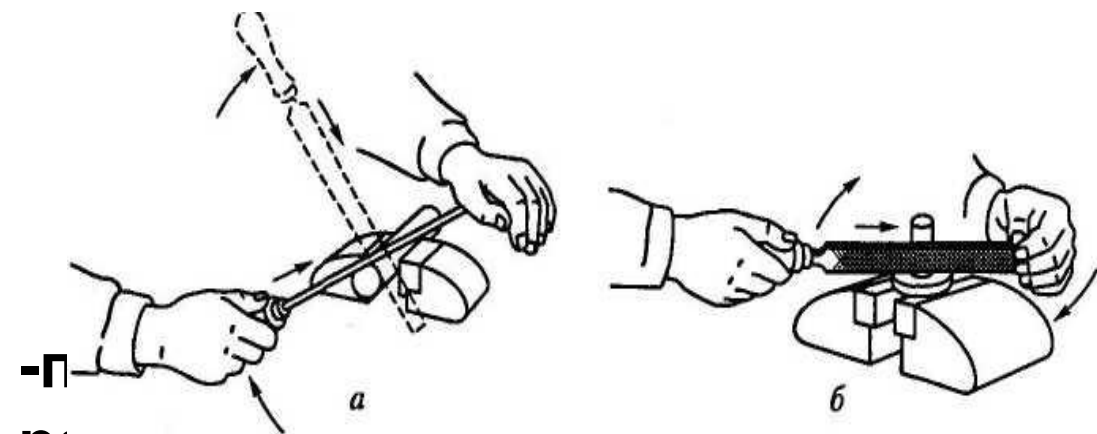

Рис. 3.17. Опиливание круглого стержня:
- при опиливании цилиндрического валика (стержня), закрепленного горизонтально: в начале рабочего хода - носок напильника опущен вниз, рукоятка поднята вверх; в середине рабочего хода -напильник расположен горизонтально; в конце рабочего хода - носок напильника поднят вверх, рукоятка опущена вниз (рис. 3.17, а);**
-при опиливании цилиндрического валика (стержня), закрепленного вертикально: в начале рабочего хода - носок напильника направлен влево; в конце рабочего хода - носок напильника направлен вперед (рис. 3.17, б);